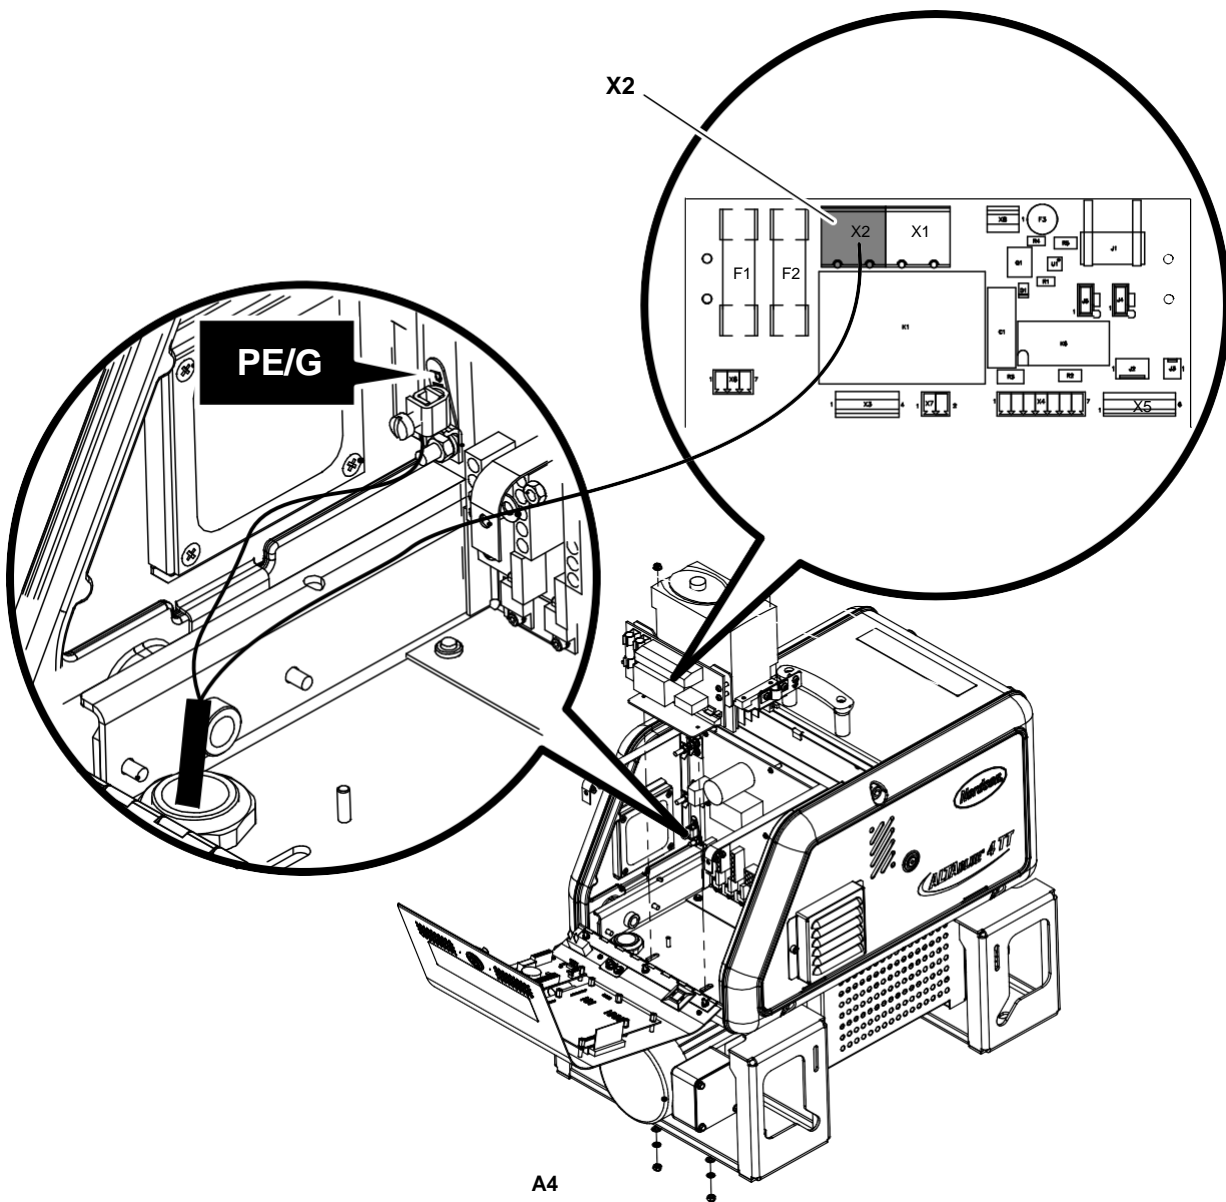
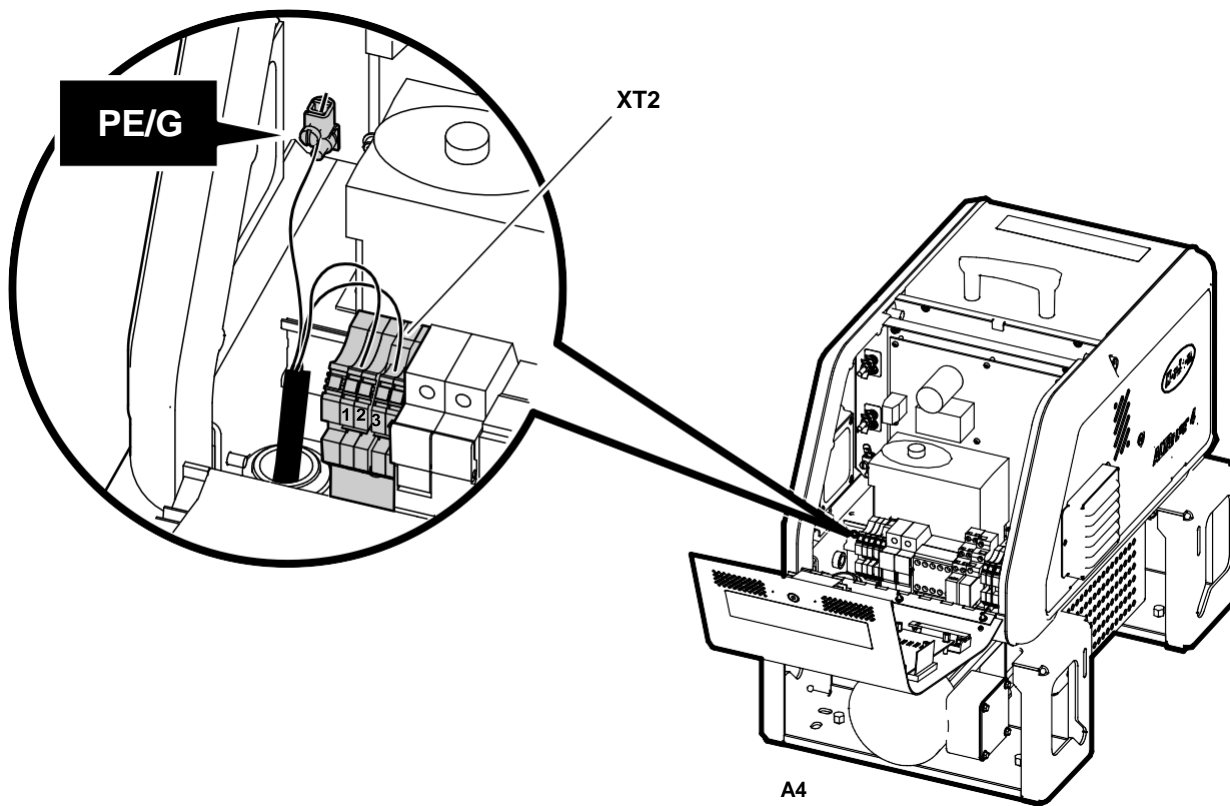

Figura 3-5 Conectando o cabo de alimentação e o fio terra nos coleiros A4 com uma placa de relés
Figura 3-6 Conectando o cabo de alimentação e o fio terra nos coleiros A4 com um conjunto bloco terminal para controle do motor
4. **Coleiros A4:** Conectar cada cabo de alimentação ao bloco terminal mostrado na Figura 3-5 para coleiros com uma placa de relés ou Figura 3-6 para coleiros com um conjunto bloco terminal para controle do motor.